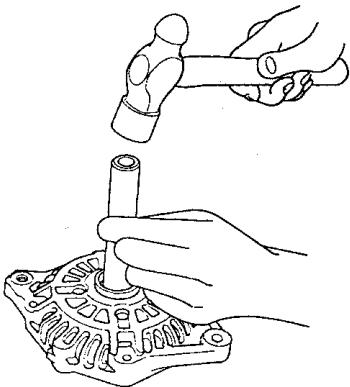

图 9-53 拆卸轴承
13) 用虎钳夹持驱动端壳体, 如图 9-53 所示, 借助铜冲头和锤子, 将前轴承打出。